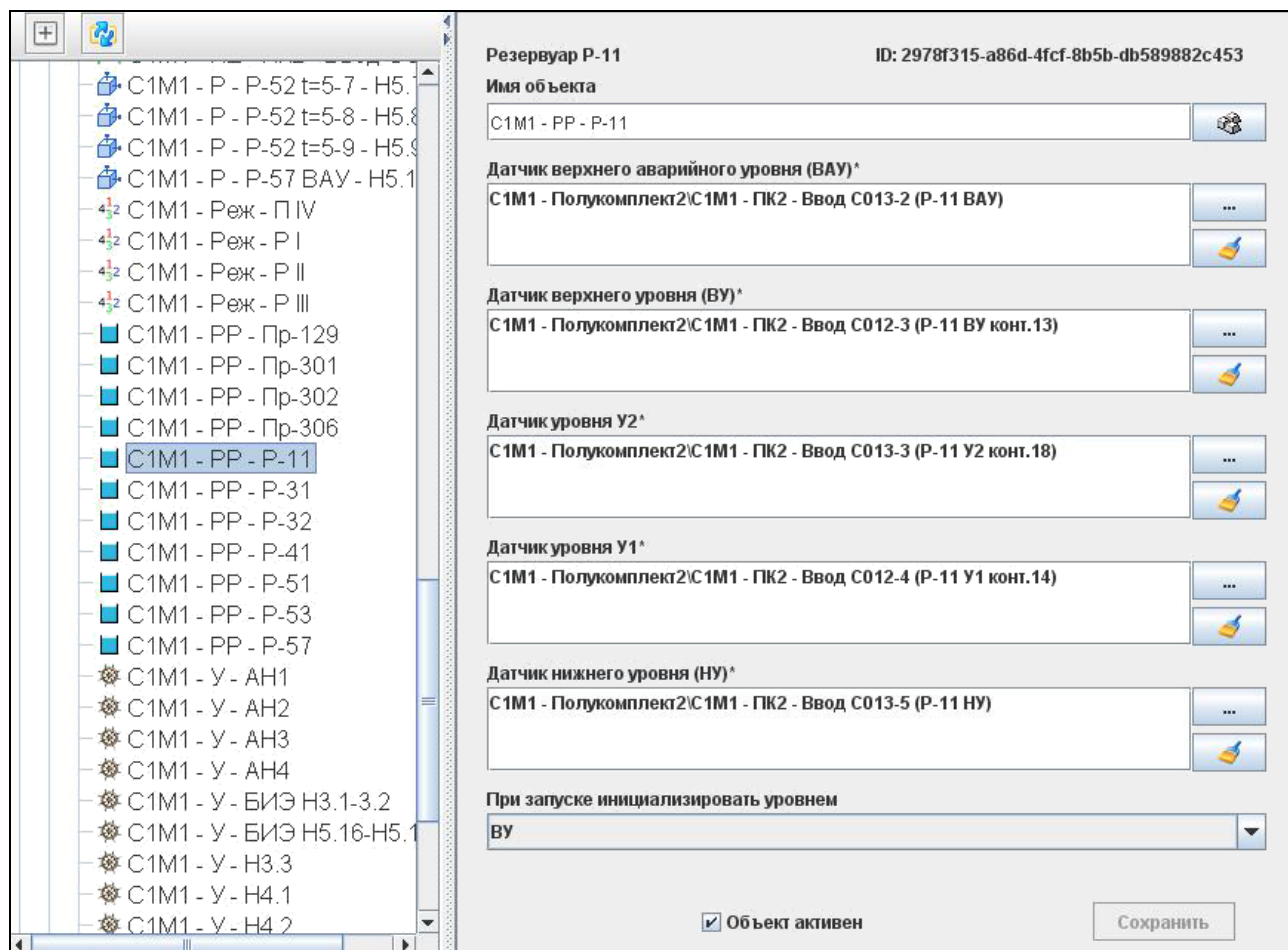

Рисунок 39 — Резервуар Р-11
3.10.11.1. Отражает состояние уровня жидкости в резервуаре, определяемое набором датчиков уровня: нижний уровень (НУ), У1, У2, верхний уровень (ВУ), и верхний аварийный уровень (ВАУ) (рис. 39).